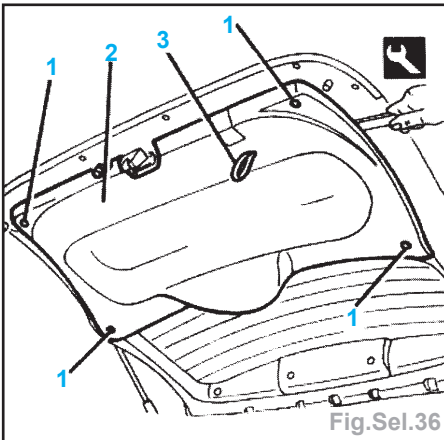

Fig.Sel.36
- le panneau intérieur de hayon (Fig. Sel.36),